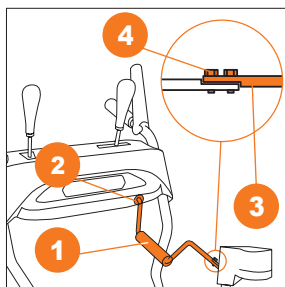

Рис. 14
- Вставьте один конец рукоятки поворота желоба **1** в отверстие **2** на панели оператора (Рис. 14).
- Соедините второй конец рукоятки с поддерживающей штангой **3** с помощью двух болтов **4** (Рис. 14).